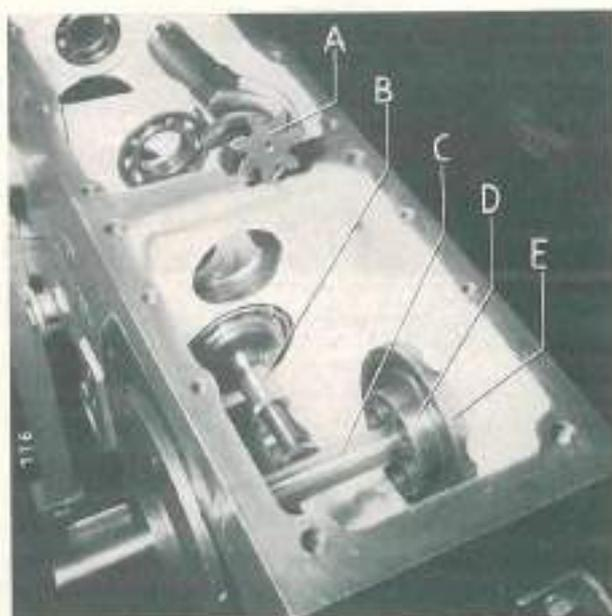

Abb. 11
Meßvorrichtung für Einstellung Tellerradsatz (siehe Abb. 11) besteht aus:
c) Das auf dem **Ritzel der Hauptwelle (A/11)** eingezähte Maß (Beispiel 123,5 mm) wird mit der Meßvorrichtung Abb. 11 kontrolliert. Toleranz von ±0,1 mm ist zulässig. Größere Abweichungen werden mit der Ausgleichscheibe (T/13) beseitigt. Lieferbar von 1,4-2,2 mm mit Abstufungen von 0,2 mm.
Vor dem Zusammenbau ist der Abstand von Innerring des Kegelrollenlagers bis zur Mitte Hinterachsbohrung zu messen (siehe Abb. 11).
Beim Zusammenbau der Hauptwelle (8/13) muß nach dem Anziehen der Nutmutter durch Schläge mit einem Aluhammer auf Zahnritzel und Wellenende jedes Verkanten der Teile beseitigt werden. Alle Teile (auch die Tellerfeder) müssen einwandfrei sitzen, damit die Vorspannung der Kegelrollenlager nicht verändert werden kann. Beim Drehen am Kegelritzel muß ein leichter Widerstand spürbar sein. **Das Ritzel darf nicht spielen.** Meßvorgang siehe Abschnitt 4.41 e und Abb. 11.